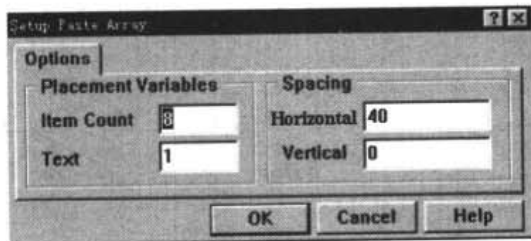

图 4-60 Setup Paste Array (阵列式放置) 设置对话框
- (1) 首先将要多次放置的对象拷贝到剪贴板。选择要处理的对象, 执行 Edit|Copy 命令将选择的对象拷贝到剪贴板中。
- (2) 执行菜单命令 Edit|Paste Array, 或单击电路绘图工具栏 SetupArrayPlacement 按钮 , 或按下 Alt+E+Y 键, 即进入阵列式放置状态。
- (3) 执行命令后, 将进入如图 4-60 所示的 Setup Paste Array (阵列式放置) 设置对话框, 它决定了阵列式放置的增量方式和间距。